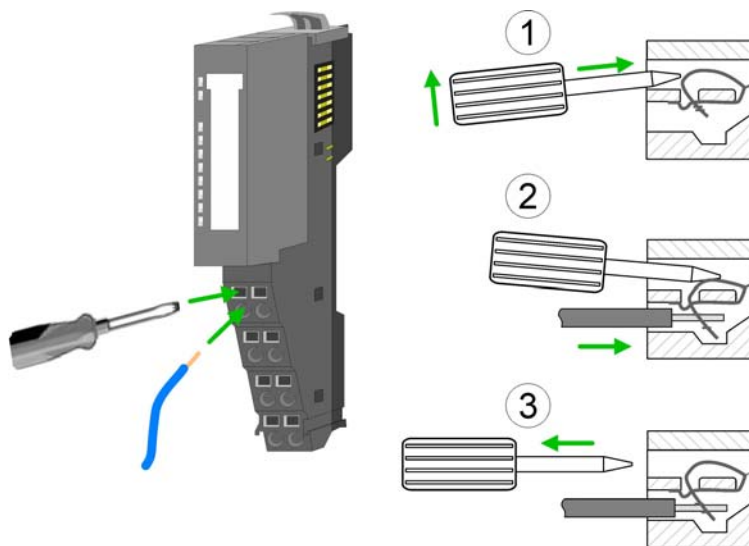

Abb. 3-18: Federklemmtechnik
- 1 | Stecken Sie den Schraubendreher leicht schräg in die rechteckige Öffnung (Abb. 3-18: 1).
- 2 | Drücken und halten Sie den Schraubendreher entgegengesetzt zur runden Öffnung. Die Kontaktfeder ist geöffnet (Abb. 3-18: 2).
- 3 | Führen Sie den abisolierten Draht durch die runde Öffnung (Abb. 3-18: 2).
- 4 | Entfernen Sie den Schraubendreher (Abb. 3-18: 3).